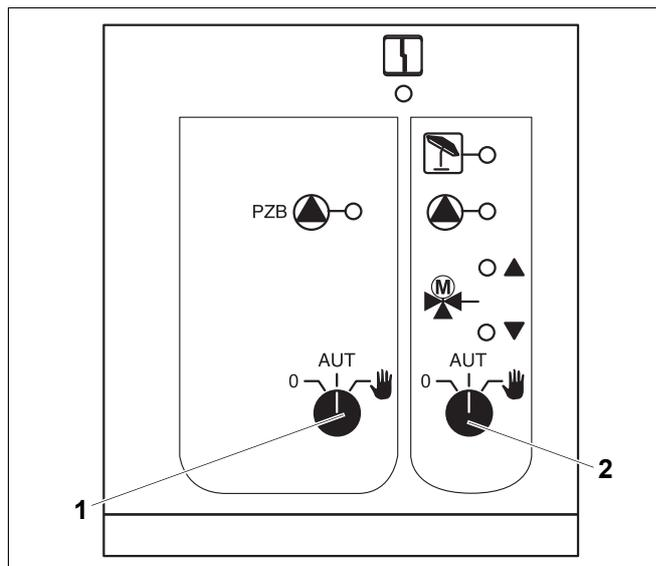

Fig. 21 Module central ZM 433
Interrupteur manuel pompe d'alimentation  (fig. 21, pos. 1)
Interrupteur r  circuit de chauffage pour circuit de chauffage 0  (fig. 21, pos. 2)